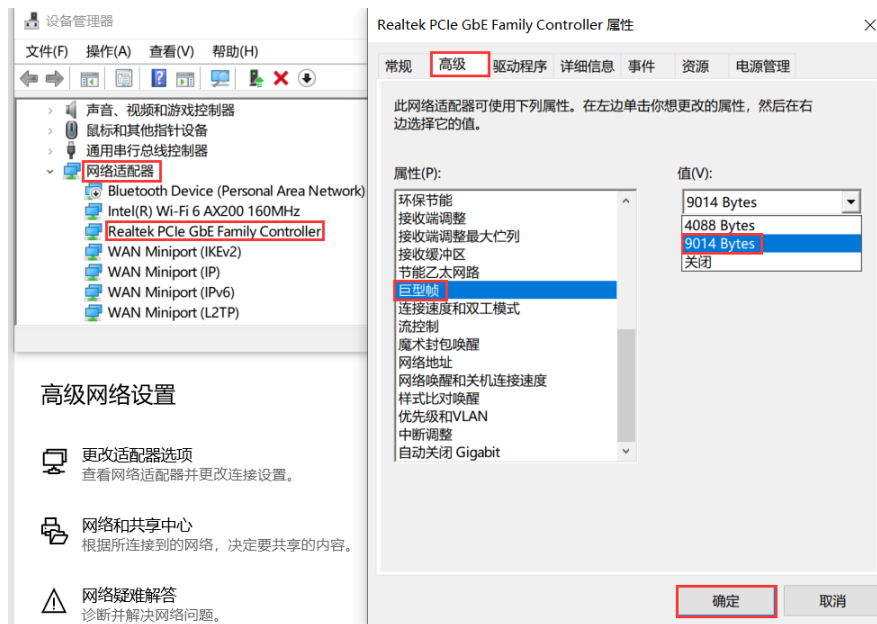

图 1.9 开启巨型帧的方法
3. 确保开启巨型帧。开启巨型帧的方式如下图 1.9 所示。